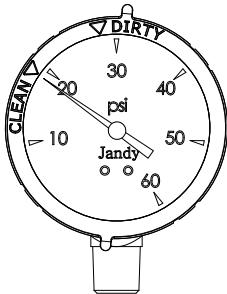

Figure 5. Manomètre avec circlip de blocage Clean/Dirty
9. Une fois le manomètre stabilisé, tourner l'anneau d'encadrement de sorte que la flèche à côté du mot « CLEAN » soit alignée sur l'aiguille du manomètre. Voir la Figure 5. À mesure que le filtre nettoie l'eau et que la cartouche commence à obstruer l'écoulement, la pression commence à augmenter. Lorsque l'aiguille du manomètre s'aligne sur la flèche à côté du mot « DIRTY » sur l'anneau d'encadrement, le moment est venu de nettoyer le filtre, voir la Section 6.3. Ceci indique une pression supérieure de 10 et 12 psi par rapport à la pression initiale. S'assurer que la vitesse de la pompe est maintenue lors de la consignation de « CLEAN » et « DIRTY ».